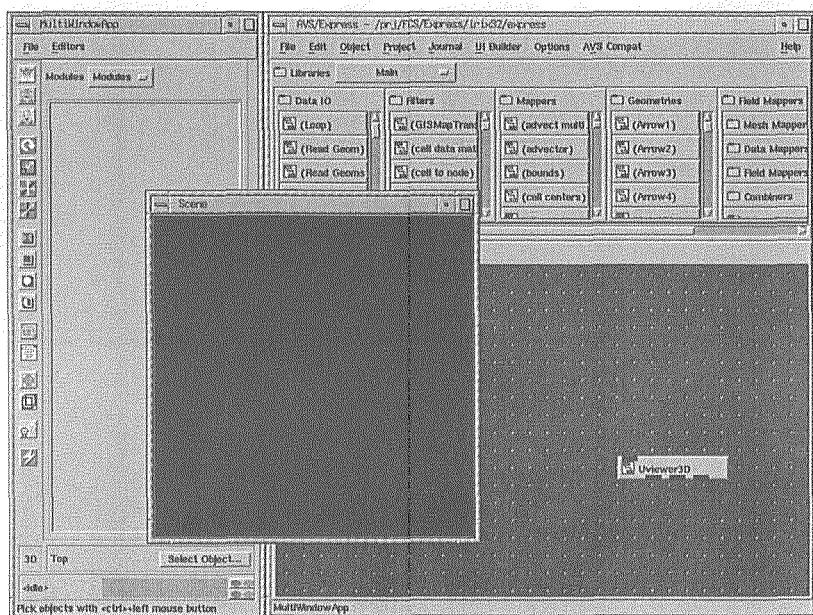

図1-2 AVS/Express 初期画面 (例: Multi-Window Data Viewer)
- Multi-window DataViewer : (図1-2) 表示ウインドウとコントロールパネルが独立したデータビューワのワークスペース